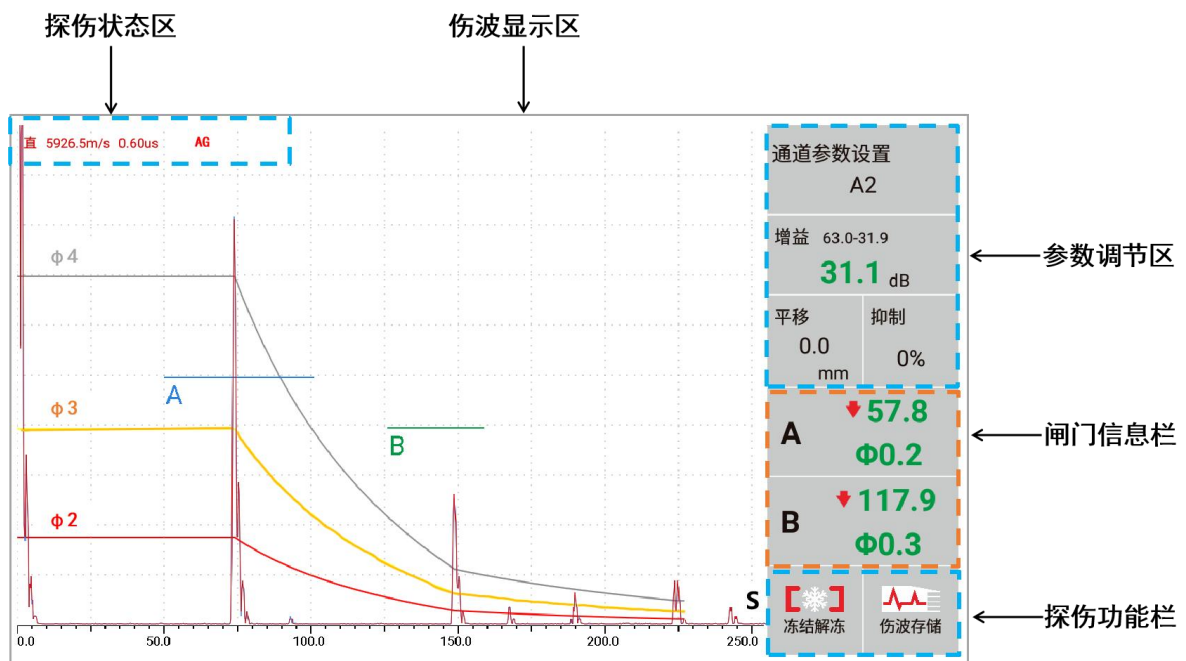
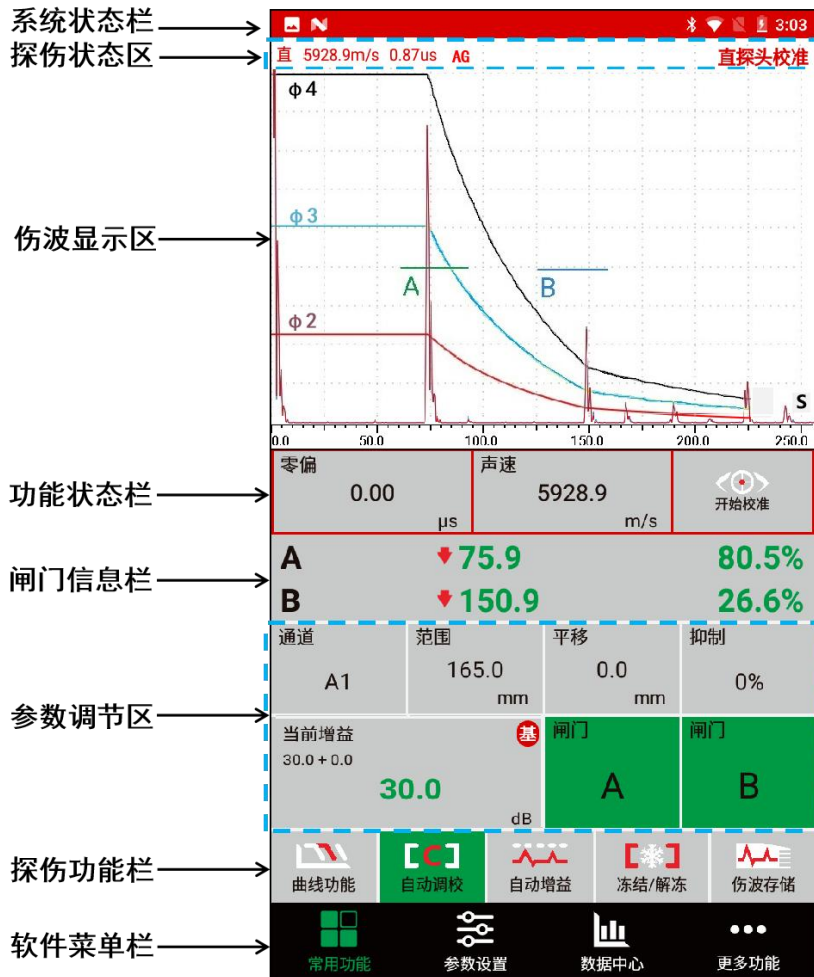

图 2.2 横屏模式显示界面
图 2.3 竖屏模式显示界面
本仪器提供了两种显示模式的探伤界面，即横屏模式和竖屏模式。横屏模式时，伤波显示区较大，波形显示更清晰，但参数调节较麻烦，功能操作较少，如图 2.2 所示；竖屏模式时，参数细节显示更全面，参数调节更便捷，但伤波显示区范围较小，如图 2.3 所示。
3) 点击探伤功能栏中的【曲线功能】或【自动调校】，仪器会弹出对应的功能状态栏（图 2.2 所示），根据提示继续操作功能状态栏；点击【自动增益】或【冻结/解冻】，仪器会在探伤状态区弹出对应的状态标识。
在探伤软件【KODIN 6A-UT】中，本仪器的实体按键暂时只适配了竖屏模式中的常用功能界面，用于调节图 2.2 所示的参数调节区内的重要参数。